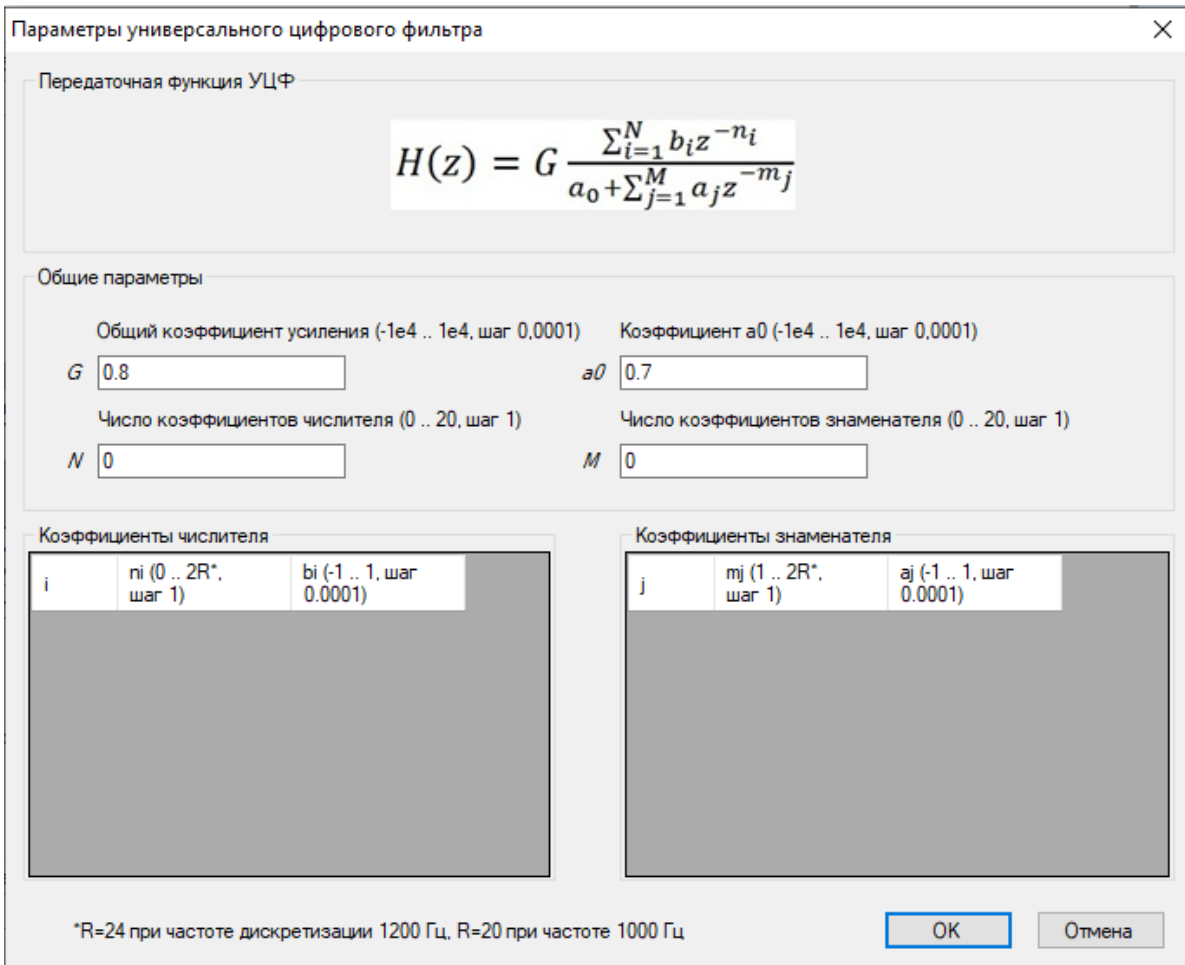

Рисунок 3.31
3.4.3.2.1 Создание вычисляемых сигналов (см. рисунок 3.31)
С помощью этой функции создается и настраивается универсальный цифровой фильтр (УЦФ) путем изменения параметров для получения сигнала той или иной формы, которая требуется пользователю. Чтобы настроить фильтр, необходимо в секции **Вычисление** нажать двойным щелчком левой кнопки мыши на второй параметр и появится окно настройки параметров универсального цифрового фильтра (см. рисунок 3.31). **Передаточная функция УЦФ** – это формула, ко-